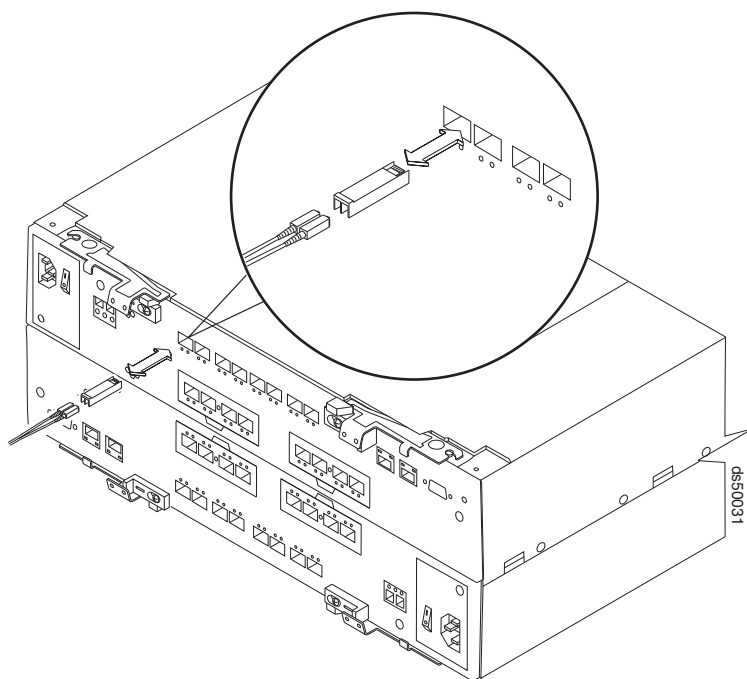

图 21. 更换 SFP 或 SFP+ 模块
4. 将 SFP 或 SFP+ 模块插入光纤通道端口，直至其咔嗒一声锁定到位。请参阅第 50 页的图 21。
中的光纤通道端口，插入 SFP 或 SFP+ 时应使裸露的印刷电路朝上（如图 21 所示）。对于控制器 B 中的光纤通道端口，插入 SFP 或 SFP+ 时应使裸露的印刷电路朝下。